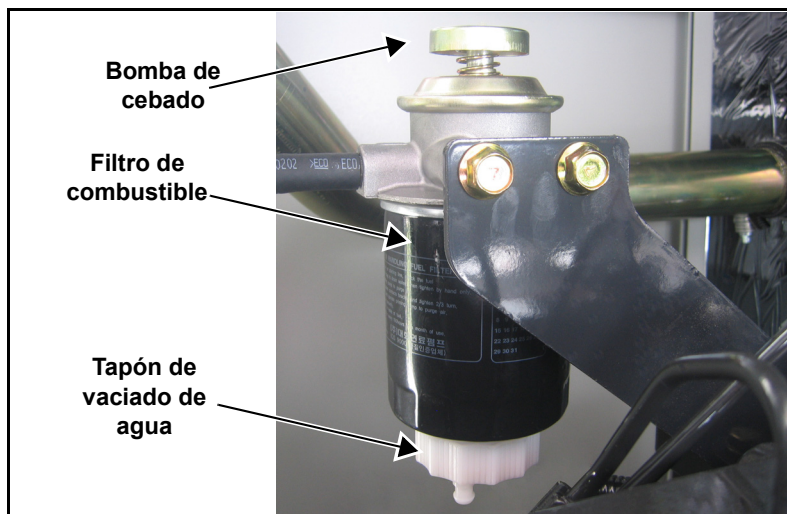

Figura 5-8. Vaciado del agua del filtro de combustible
1. Afloje lentamente el tapón de vaciado de agua. Vea la Figura 5-8.